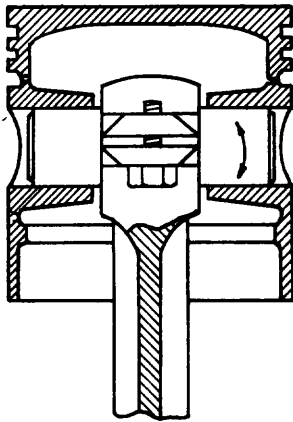

Fig. 5
- Fijo en la biela y libre en el pistón (fig. 5).